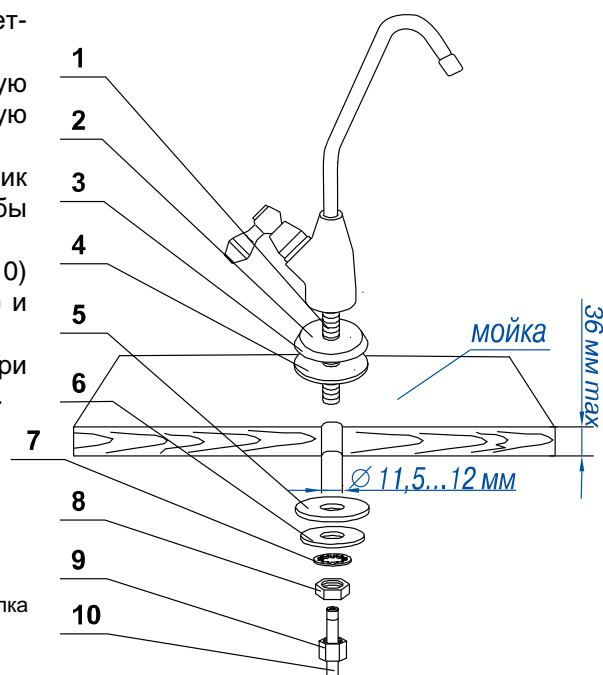

Рисунок 4. Кран для чистой воды
3.2. К крану для чистой воды с запрессованной латунной втулкой (1 м) (Рис. 4, поз. 10)	1 шт.
8. Кран для чистой воды (Рис. 4)	1 компл.
5.2 Установка крана для чистой воды (Рис. 4)
- Наденьте на резьбовой хвостовик (1) крана резиновую прокладку (2), декоративную подставку (3), резиновую прокладку (4) и вставьте кран в отверстие мойки.
- Снизу столешницы наденьте на резьбовой хвостовик пластиковую (5) и металлическую стопорную (6) шайбы и наверните крепежную гайку (7).
- В резьбовой хвостовик крана (1) вставьте трубку (10) концом с запрессованной металлической втулкой (8) и наверните накладную гайку (9) до упора;
- Проверьте прочность закрепления трубки (10). При усилии 8–10 кгс трубка (10) не должна вытаскиваться.